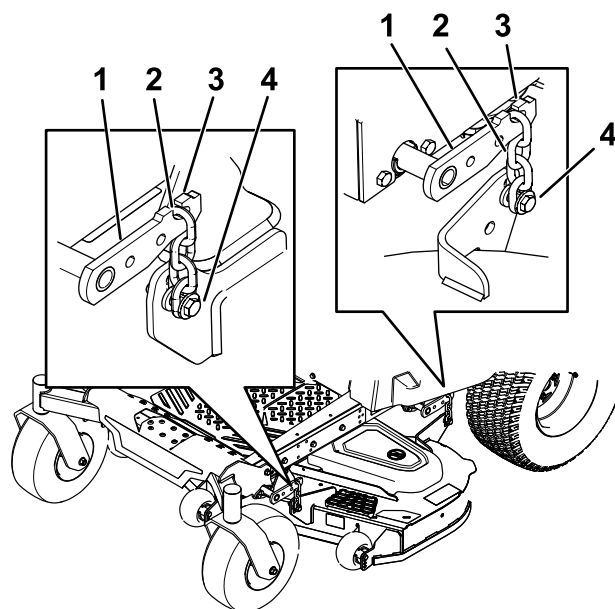

Рисунок 76
8. Снимите все цепи с крюков на подъемных рычагах деки (Рисунок 76).
6. Поднимите заднюю часть деки газонокосилки и присоедините цепи к задним подъемным рычагам (Рисунок 76).
7. Подсоедините передние цепи к передним подъемным рычагам (Рисунок 76).